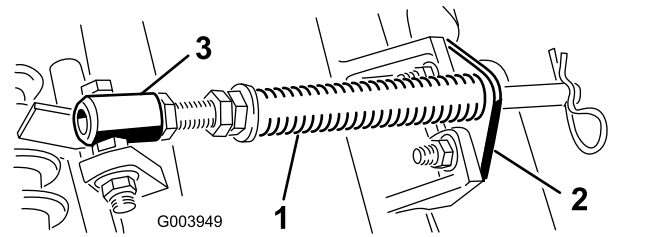

Bild 4
- A. Nehmen Sie die zwei Schlossschrauben und Muttern ab, mit denen die Stangenhalterung an den Nasen der Schneideinheit befestigt ist (**Bild 4**).
- B. Nehmen Sie die Bundmutter ab, mit denen die Schraube des Federrohrs an der Nase des Trägerrahmens befestigt ist (**Bild 4**). Nehmen Sie das ganze Teil ab.